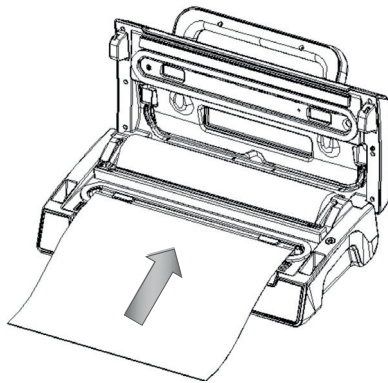

Fig. 5
5. Sæt den ene ende af posen på toppen af tætningselementet i posen (fig. 5).